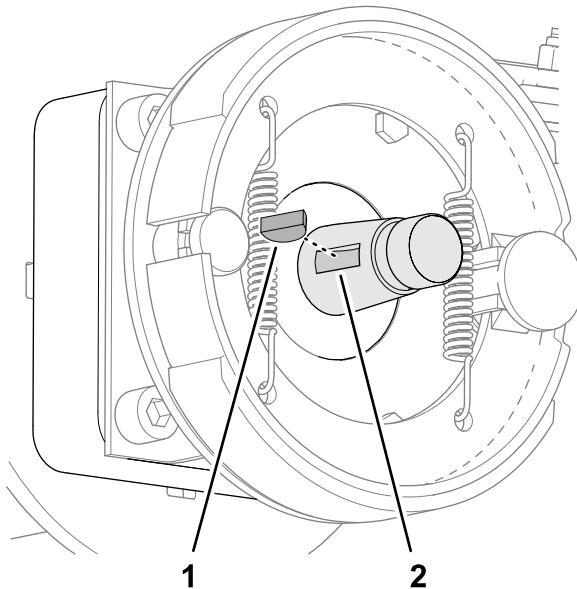

Рисунок 77
- Снимите сегментную шпонку с вала мотор-колеса (Рисунок 77).